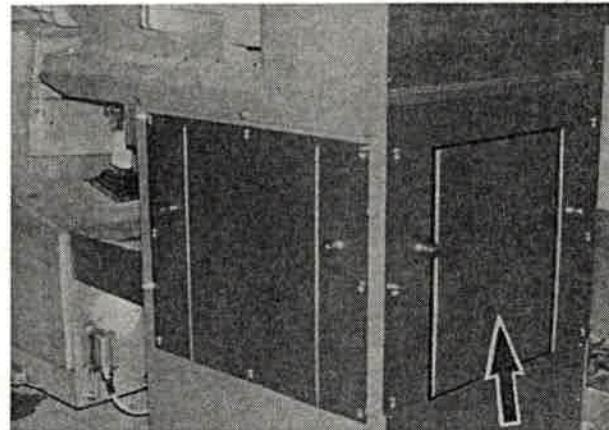

Bild 136
1. Wartungsklappe (Bild 136/Pfeil) des Schnekkentrogantriebs abnehmen.